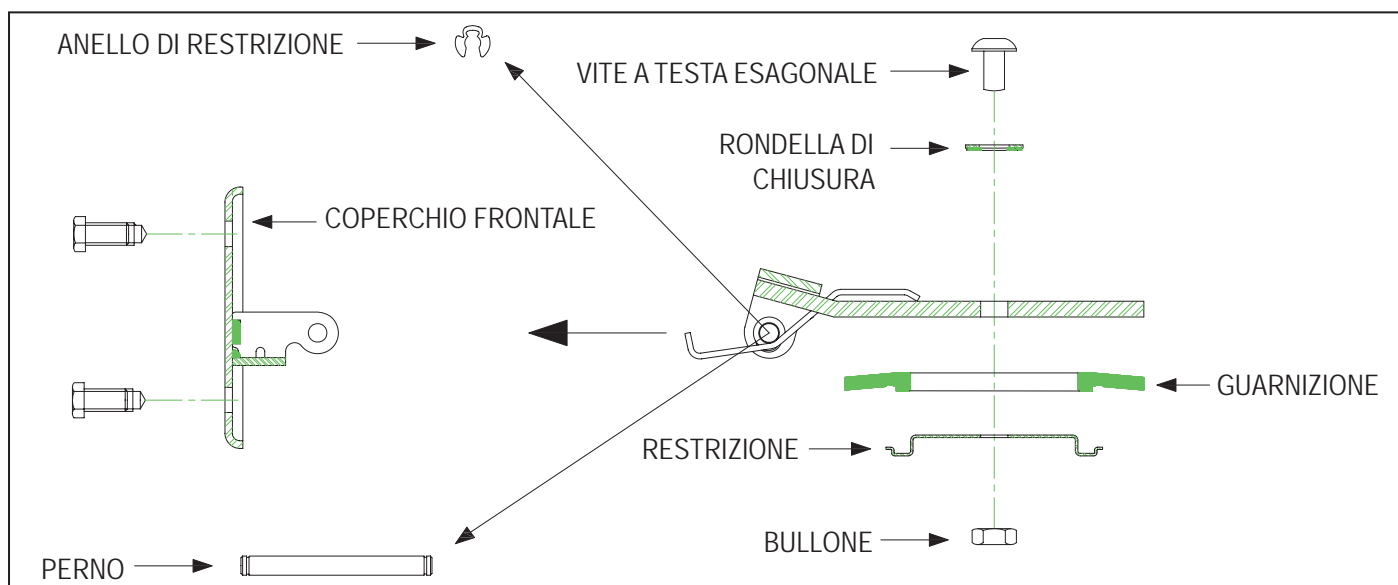

Figura 53
4. Per rimuovere il clapet, la molla a perno (nel modello della valvola di controllo J-1) e/o il perno (Figura 53).